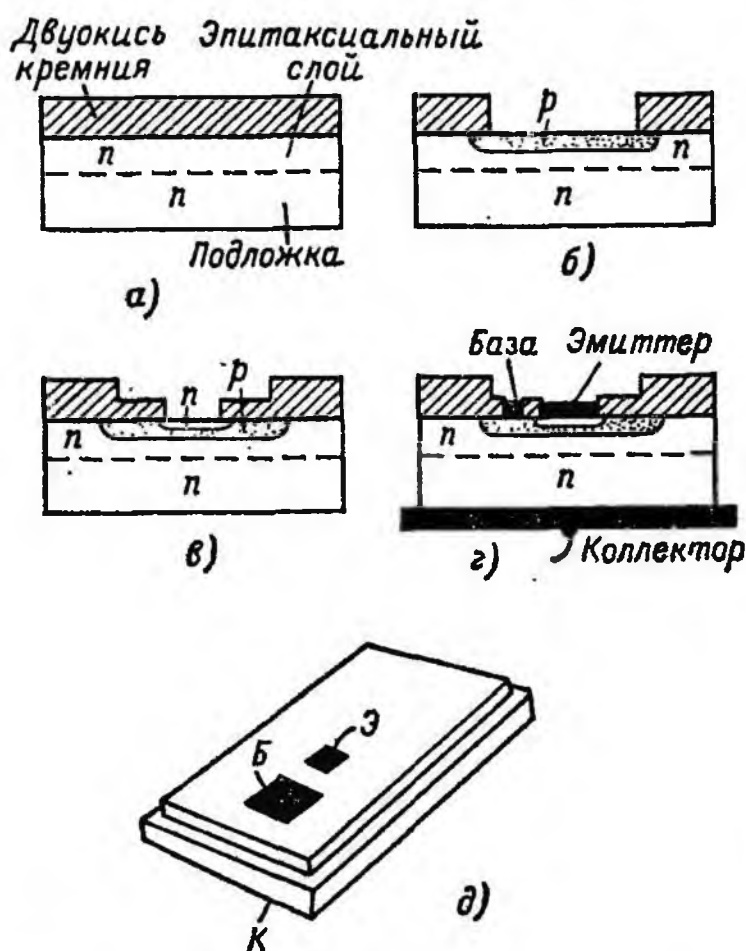

Рис. 131. Последовательные стадии производства планарного транзистора структуры *n-p-n*.
5. Через «окно» с помощью диффузии вводят примеси *p*-типа (обычно бор) — таким образом формируется зона, служащая будущему транзистору базой (рис. 131, в).
3. Поверх эпитаксиального слоя наносится изолирующий слой двуокиси кремния (рис. 131, а).
8. Через это отверстие с помощью диффузии вводят примеси n-типа (например, фосфор) — таким образом формируется эмиттер транзистора (рис. 131, в).
12. К маленьким металлическим площадкам припаиваются проволочки, служащие выводами для эмиттера и базы; для коллектора, состоящего из той части эпитаксиального слоя, которая не подверглась воздействию диффузии в предыдущих операциях (операции № 5 и 8), вывод создается путем прикрепления к подложке металлической пластинки (рис. 131, г, д).